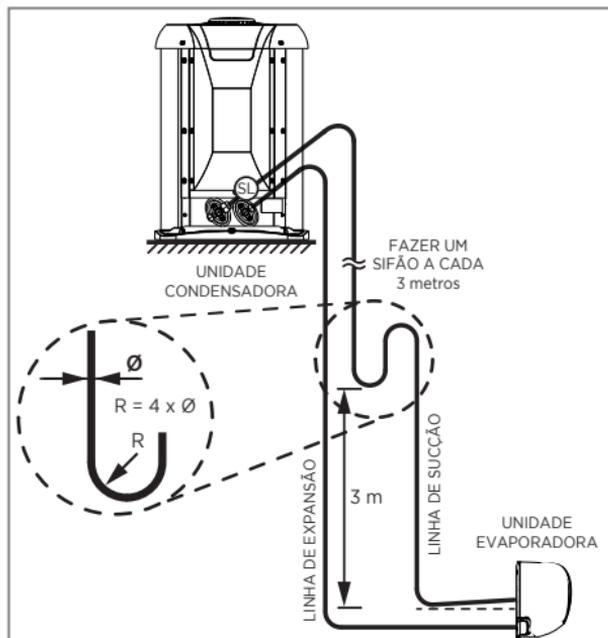

FIG. 20 - LINHAS DE INTERLIÇÃO
1. Quando a unidade condensadora estiver em um nível superior ao da unidade evaporadora, fazer sifões nas subidas da linha de sucção a cada 3,0 metros; considerando desde a saída da evaporadora (Fig. 20).
3. Inclinare as linhas horizontais de sucção no sentido do fluxo. (Fig. 20)